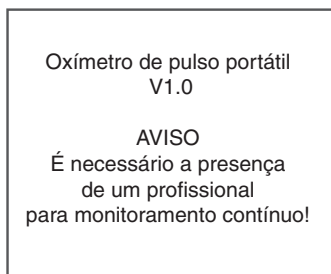

Figura 4.1
- ▶ Pressione longamente a tecla "  " Liga-Desliga/Esquerda por 1~2 segundos e o oxímetro será ligado. O oxímetro fará o autoteste e, em seguida, a versão do software e a mensagem de aviso "É necessário a presença de um profissional para monitoramento contínuo!" será mostrado na tela, conforme mostrado na figura 4.1 (consulte o seu oxímetro para ver a versão atual).